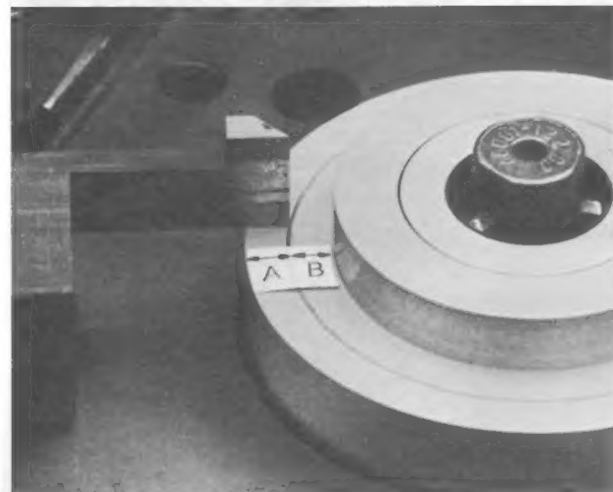

Abb. 16
- Mit der Einstellehre (Abb. 16) die Höhe des **unteren Wickeltellers** kontrollieren.
Die vorgeschriebene Höhe ist erreicht, wenn die Einstellehre auf den Einstellring A (s. Abb. 16), nicht aber auf den Bund B (obere Toleranzgrenze) geschoben werden kann.